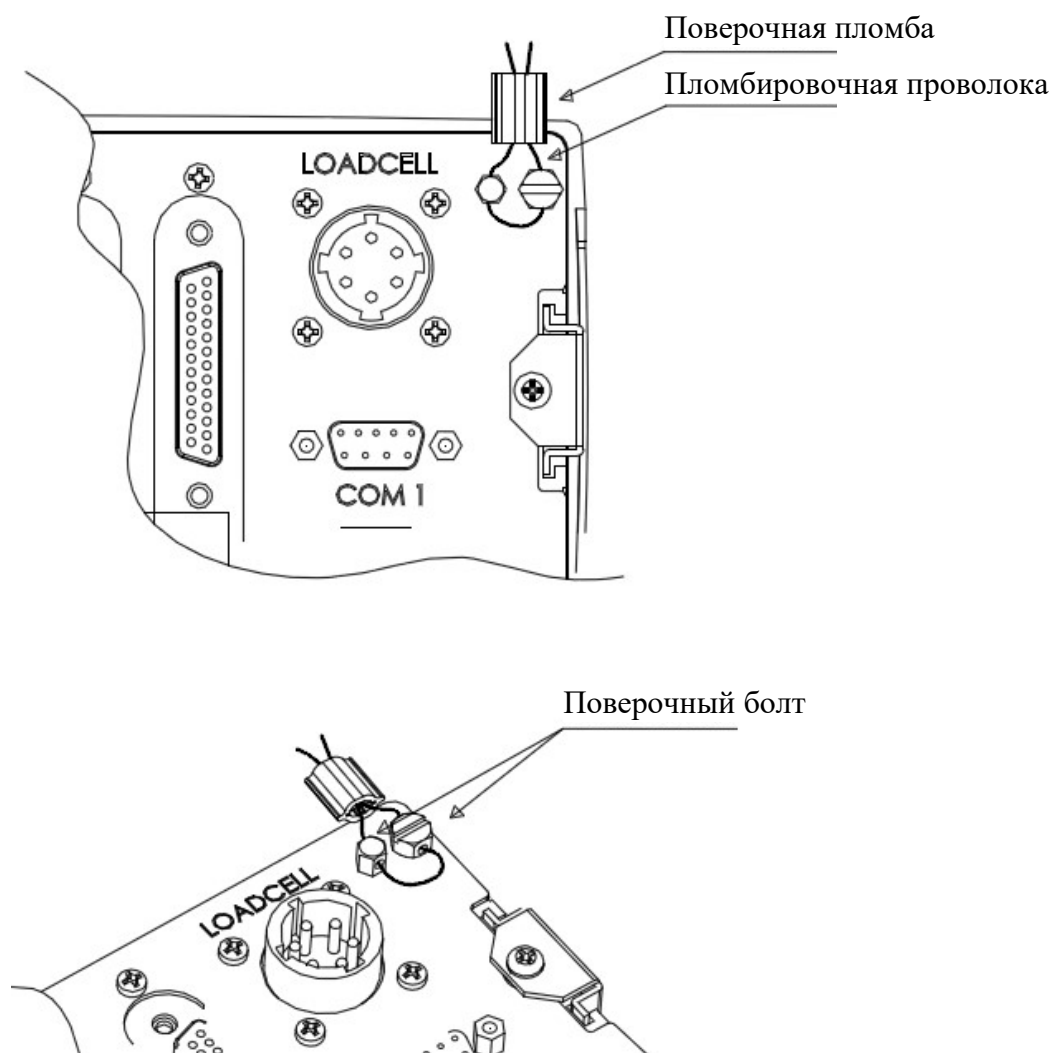

Рисунок 8.1 Соединитель JP1
- ❑ Снимите элементы корпуса, насколько это необходимо для доступа к плате, показанной на рисунке 8.2. В том числе для этого необходимо выкрутить поворачный болт, расположенный на задней стенке индикатора (см. рисунок 8.1). Будьте внимательны: повреждение элементов пломбирования означает несанкционированный доступ к метрологическим настройкам весоизмерительной системы.